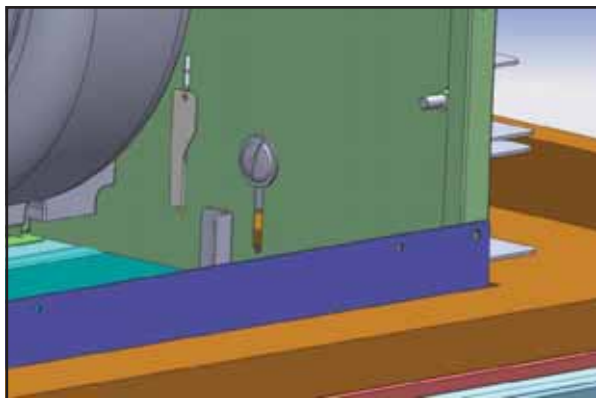

FIG.7
- 6) 24" Modèle. Depuis l'intérieur de la hotte, fixez une (1) vis M4x8 dans chaque support d'installation inférieur. La position de cette vis s'ajuste en fonction de l'épaisseur de l'armoire (Fig.7).